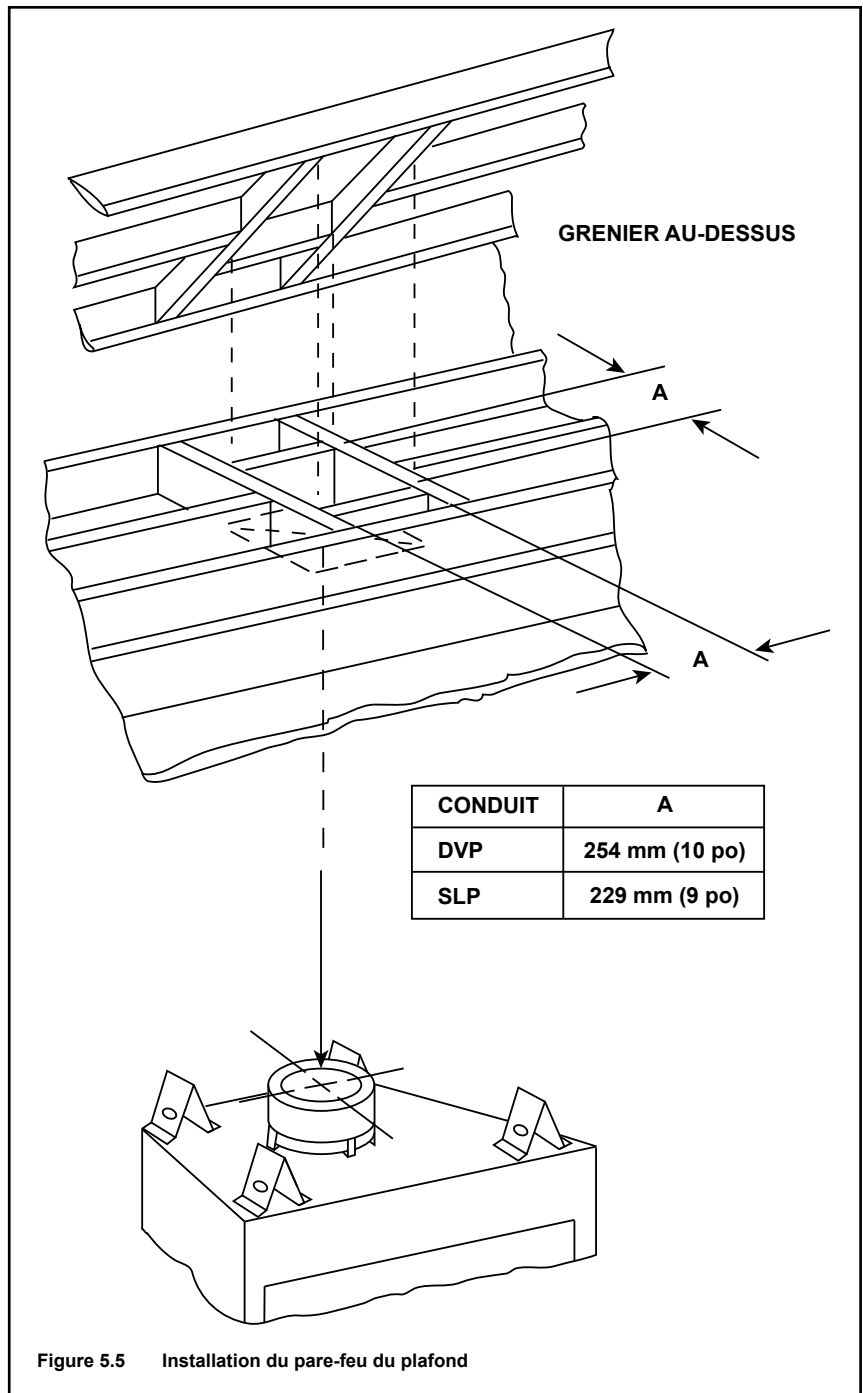

Figure 5.5 Installation du pare-feu du plafond
- **Conduit SLP seulement** – Ouverture du coffrage 229 mm x 229 mm (9 po x 9 po) quand le conduit d'évacuation traverse un plancher/plafond (voir la figure 5.5).